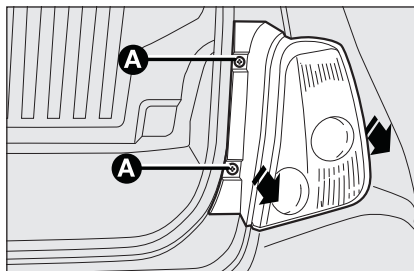

fig. 26
- ☐ svitare le due viti di fissaggio **A**-fig. 26 ed estrarre il gruppo ottico assialmente senza ruotarlo;